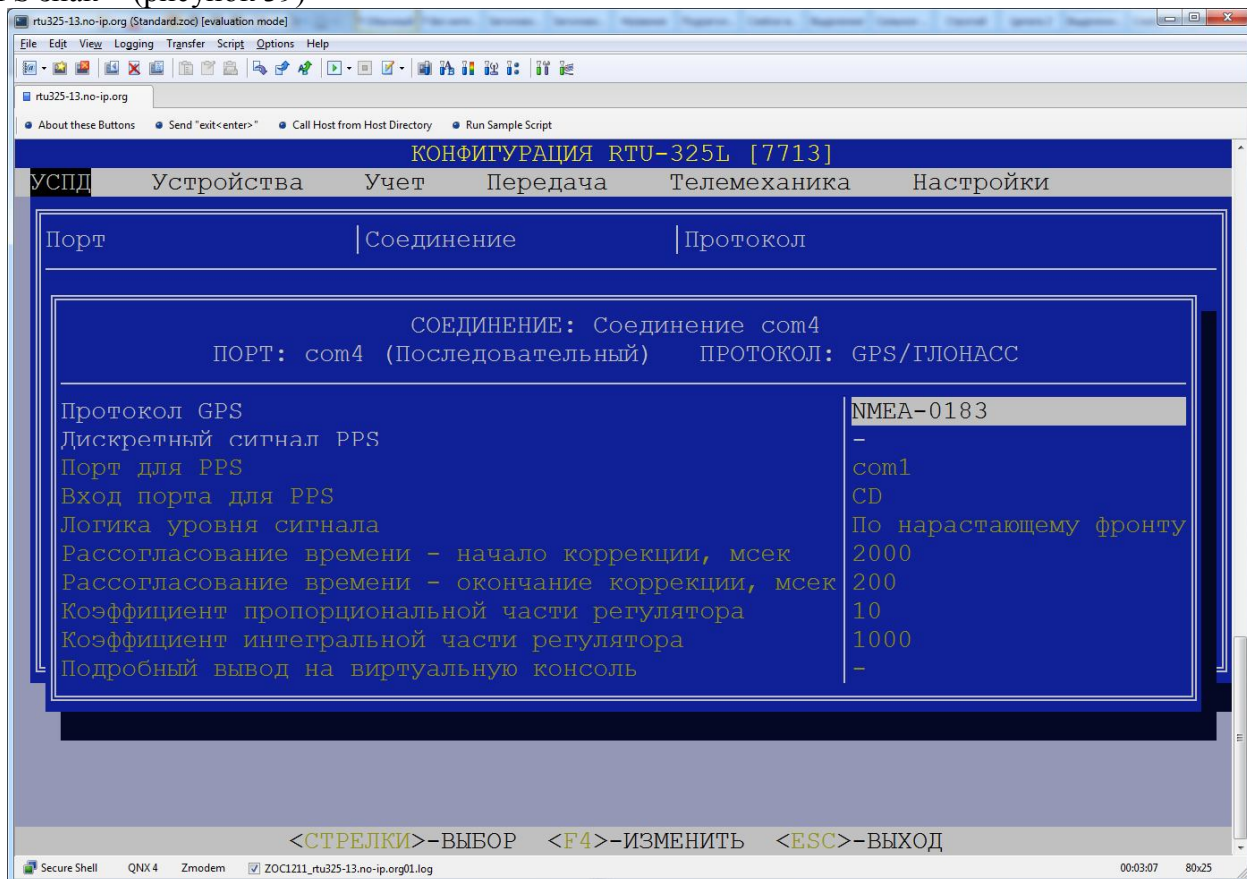

Рисунок 39
6.5.2.3. Выбрать в позиции протокол GPS-NMEA-0183. Выбрать в позиции дискретный сигнал PPS знак + (рисунок 39)